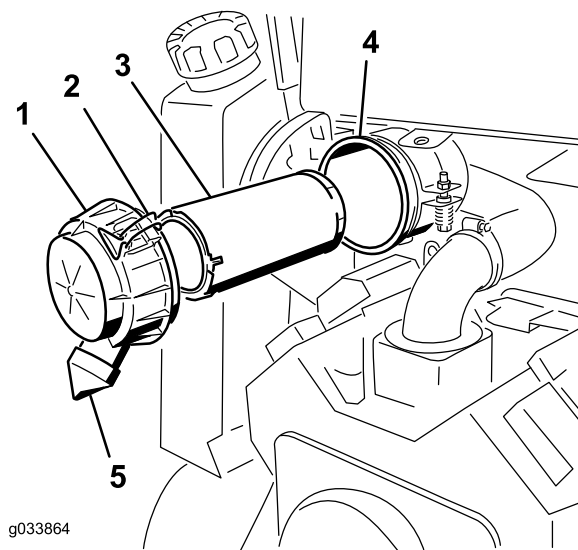

Figure 20
2. Ouvrez les verrous du filtre à air et séparez le couvercle du corps du filtre (Figure 20).
6. Sortez l'élément principal du corps du filtre avec précaution et mettez-le au rebut (Figure 20). Évitez de cogner l'élément à l'intérieur du corps.
- Si vous remplacez l'élément de sécurité, sortez-le avec précaution du corps du filtre et mettez-le au rebut (Figure 20). Évitez de cogner l'élément à l'intérieur du corps.
- Si vous remplacez l'élément de sécurité, glissez-le avec précaution dans le corps du filtre à air (Figure 20). Assurez-vous qu'il est bien engagé en appuyant fermement sur le rebord extérieur.
- Introduisez l'élément principal dans le corps du filtre avec précaution (Figure 20). Assurez-vous qu'il est bien engagé en appuyant fermement sur le rebord extérieur.
- Posez le couvercle, l'entretoise et fixez-les avec l'écrou du couvercle (Figure 20). Serrez les écrous à 11 N·m (95 po·lb).
- Montez le couvercle du filtre à air avec la sortie caoutchouc en bas, à la position 5h00 à 7h00 (vue de l'extrémité) (Figure 20) et fixez-le avec les dispositifs de verrouillage.